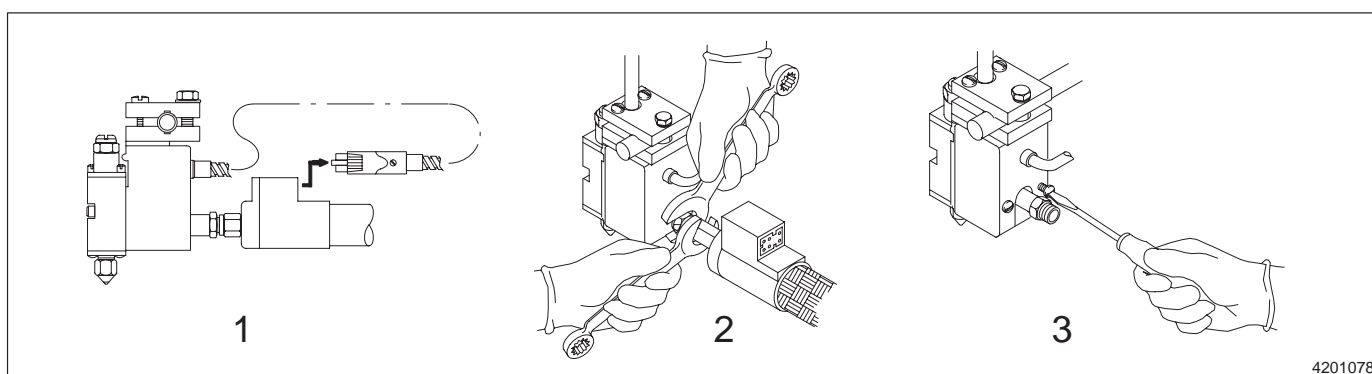

Fig. 6-1 Déconnexion d'un pistolet en vue de sa réparation (cas type)
3. Consulter la figure 6-1. Séparer la fiche du cordon d'alimentation du pistolet de la prise du tuyau (1).
4. Séparer le tuyau du pistolet en utilisant deux clés à fourche (2). Placer une clé sur le raccord du pistolet et l'autre sur le raccord du tuyau.
5. Retirer les vis du capot recouvrant le corps du pistolet (3), puis séparer le capot du corps du pistolet.